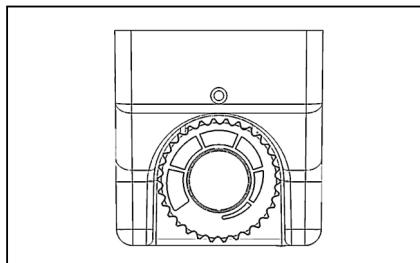

Abbildung 4.
5.2. Temperaturregelung (Abb. 4)
Die Normalstellung ist eine mittlere Stellung des Thermostatreglers (Abb. 4). Je nach Füllung und Aufstellbedingungen kann jedoch eine andere Stellung notwendig sein. Eine Drehung des Reglers in Richtung des großen Symbols bewirkt eine stärkere Kühlung, eine Drehung in Richtung des kleineren Symbols eine geringere Kühlung. Prüfen Sie die gewünschte Temperatur mit einem Thermometer erst einige Zeit, nachdem Sie den Regler verstellt haben.
Abtausystem mit Fuzzy Logic und Zeitschaltung (Abb. 4)